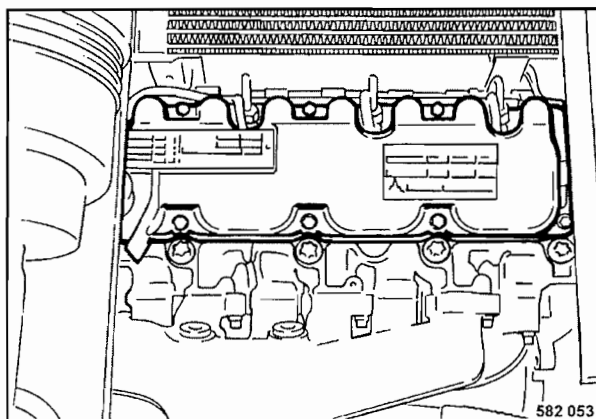

Fig. 79
- Desmontar la tapa de la culata (Fig. 79).